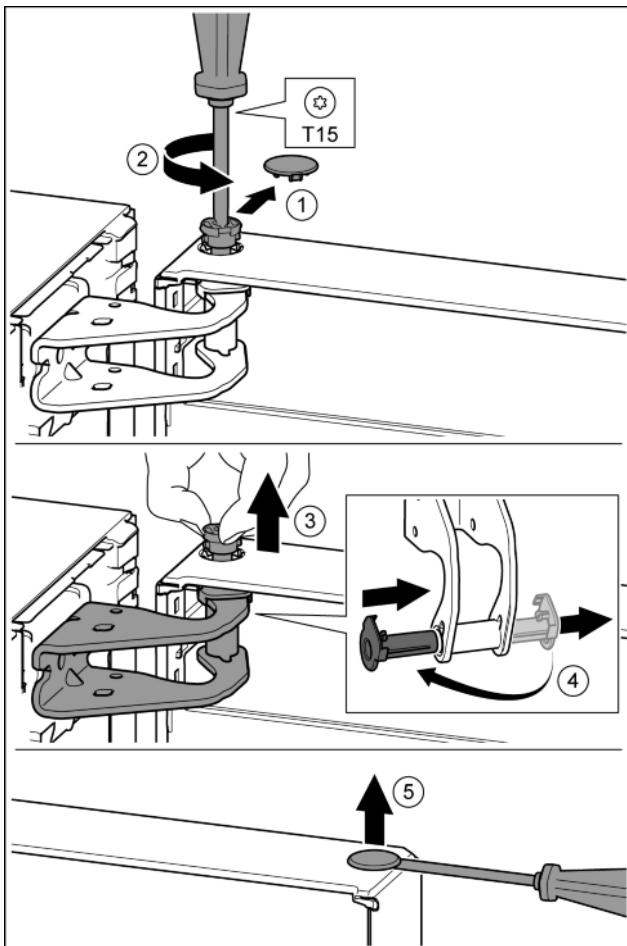

Fig. 11
- Осторожно снять предохранительную крышку. Fig. 11 (1)
- Немного выкрутить палец отверткой T15. Fig. 11 (2)
- Удерживать дверь и вытянуть палец рукой. Fig. 11 (3)
- Опорную втулку вывести из направляющей. Установить и зафиксировать с другой стороны. Fig. 11 (4)
- Осторожно приподнять шлицевой отверткой заглушку из опорной втулки двери и вынуть. Fig. 11 (5)